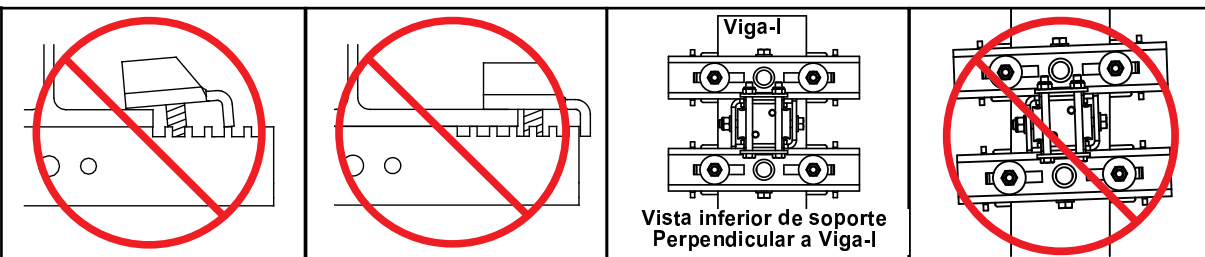

Figura 3-33B
- Paso 7. Asegure que el soporte de Viga-I esté perpendicular a el patín inferior de la viga. Vea Figura 3-33B abajo.